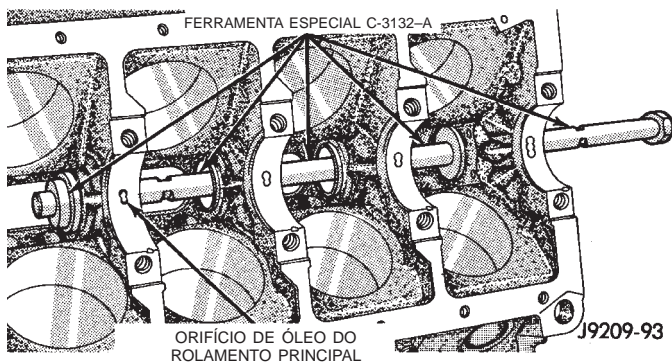

Fig. 42 Remoção/Instalação dos Rolamentos do Eixo de Comando das Válvulas com a Ferramenta C-3132-A
(1) Com o motor completamente desmontado, retire o bujão do orifício do rolamento do came traseiro.
(2) Instale as arruelas de ferradura e os adaptadores de tamanho adequados (peça da Ferramenta do Removedor/Instalador do Rolamento do Eixo de Comando das Válvulas C-3132-A) atrás de cada blindagem do rolamento. Retire as blindagens do rolamento (Fig. 42).